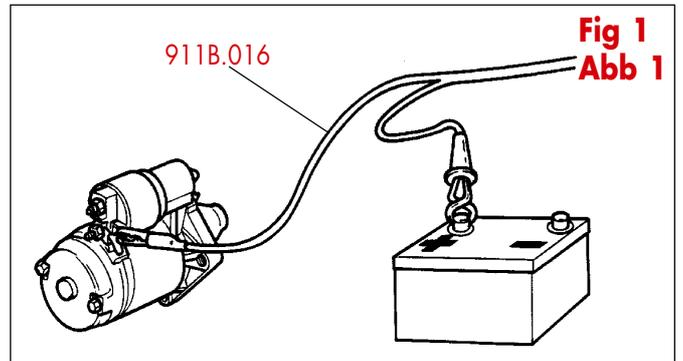

Fig 1
**1 - Préparation du moteur** (Le moteur doit être chaud et la batterie en bon état). Déposer toutes les bougies. Déconnecter l'alimentation de l'allumage. Placer une pince durite sur le flexible d'arrivée d'essence au carburateur ou injecteurs. Brancher le cordon de démarrage fig 1. Donner quelques coups de démarreur pour chasser les particules de calamine des cylindres.